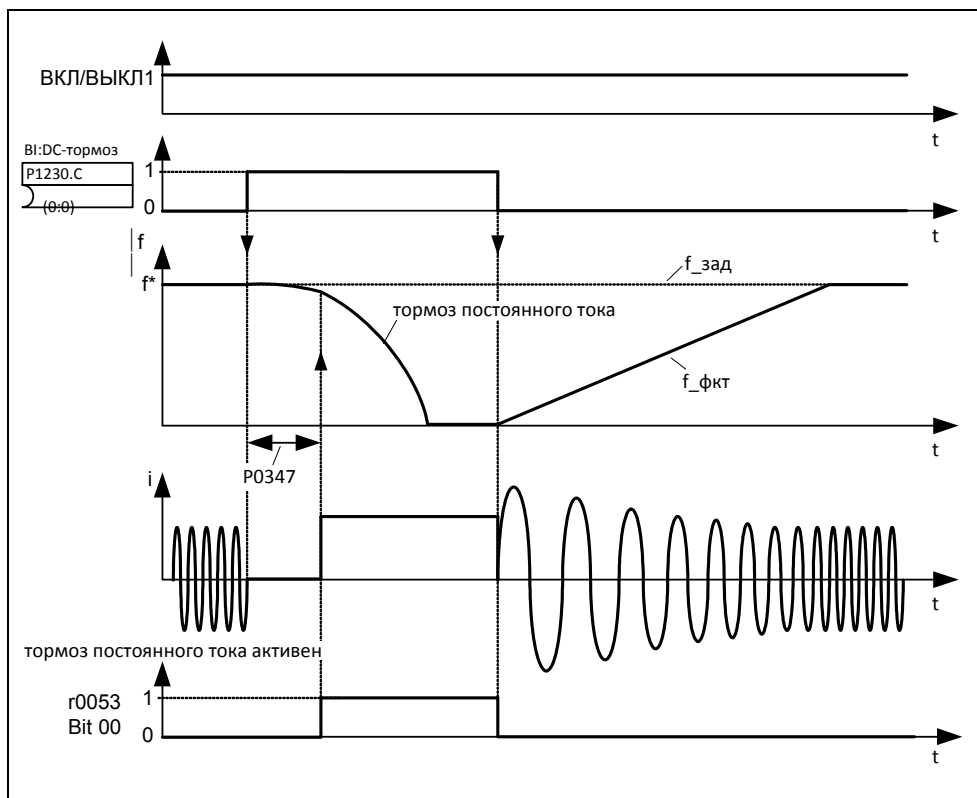

Рис. 3-64 DC-тормоз после выбора с внешнего устройства
1. Разрешение и выбор через BICO-параметр P1230 (см. рис. 3-64).